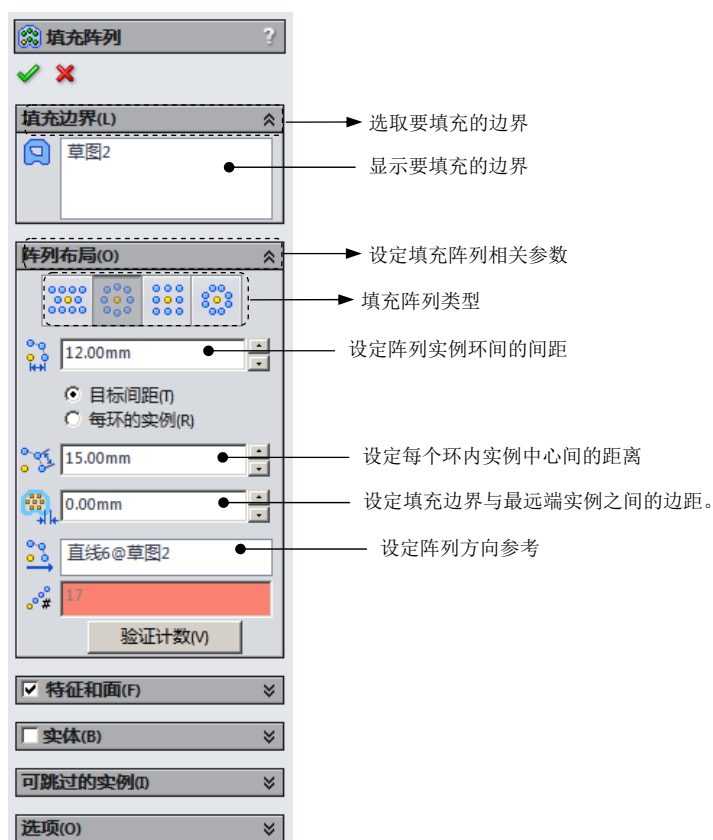

图 3.19.9 “填充阵列”对话框
Step2. 选择命令。选择下拉菜单 **插入(I)** → **阵列/镜像(E)** →  **填充阵列(F)...** 命令，系统弹出图 3.19.9 所示的“填充阵列”对话框。